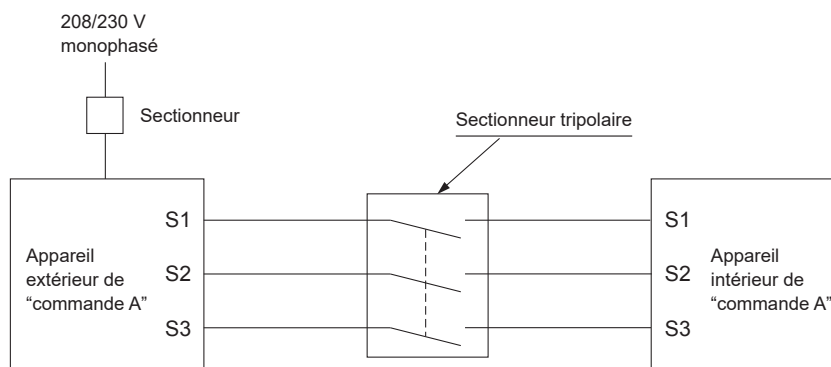

Fig. 1
Expliquez ceci aux clients et fixez les étiquettes incluses (Fig. 1) sur le disjoncteur principal et le panneau inférieur.
- Expliquez ceci aux clients et fixez les étiquettes incluses (Fig. 1) sur le disjoncteur principal et le panneau inférieur. Si l'interrupteur local ou le disjoncteur est désactivé, le capteur de réfrigérant ne peut pas détecter les fuites de réfrigérant, car l'alimentation électrique est coupée.